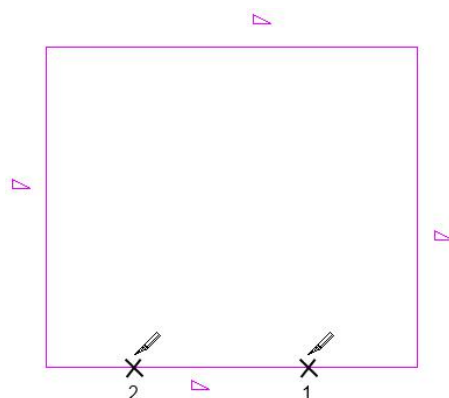

图 7-28 拆分迹线
- 3) 在迹线中的两点处拆分其中一条线，创建一条中间线段（老虎窗线段）（图 7-28）。